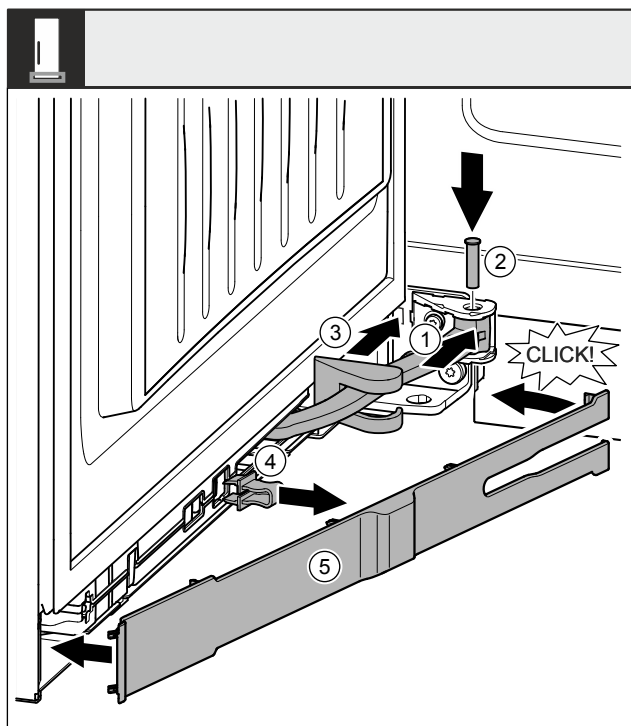

Fig. 47
- ▶ Gelenk Fig. 47 (1) in Aufhängung drehen.
- ▶ Bolzen Fig. 47 (2) mit einem Schraubendreher in Aufhängung und Gelenk einsetzen. Dabei darauf achten, dass der Rastnocken korrekt in der Nut sitzt.
- ▶ Lagerbockabdeckung Fig. 47 (3) entlang des Gelenks schieben und über der Aufhängung montieren.
- ▶ Sicherung Fig. 47 (4) abnehmen.
- ▶ Blende Fig. 47 (5) griffseitig ansetzen und einschwenken.